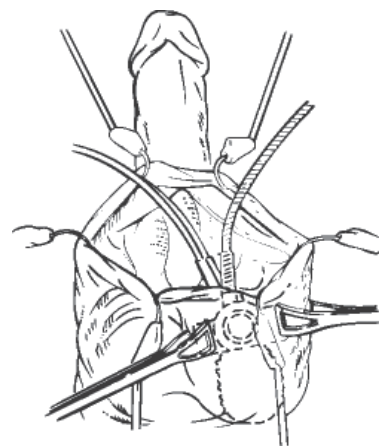

Figura 4-17. Inserimento della pompa (mostrato qui in penoscrotale)
3. Applicare pinze Allis o Babcock ai tubi della pompa attraverso la cute scrotale per mantenere la pompa in posizione (**Figura 4-17**) durante il resto della procedura.